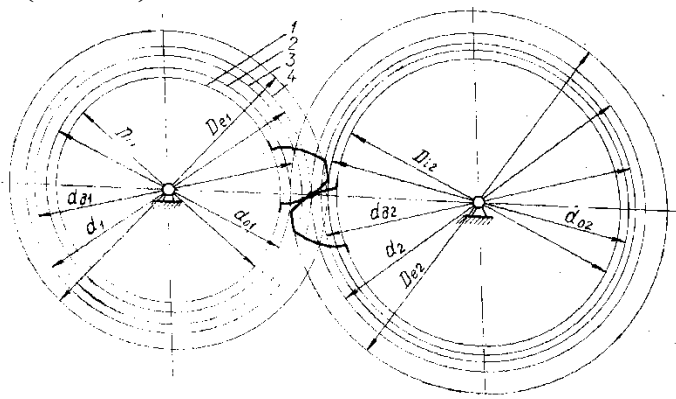

рис. 5.6.
26. На рис. 5.6 изображены зубчатые колеса внешнего зацепления с угловой коррекцией ( $x_1 + x_2 > 0$ )
27. На рис. 5.6 изображены зубчатые колеса внешнего зацепления с угловой коррекцией ( $x_1 + x_2 > 0$ )
28. На рис. 5.6 изображены зубчатые колеса внешнего зацепления с угловой коррекцией ( $x_1 + x_2 > 0$ )